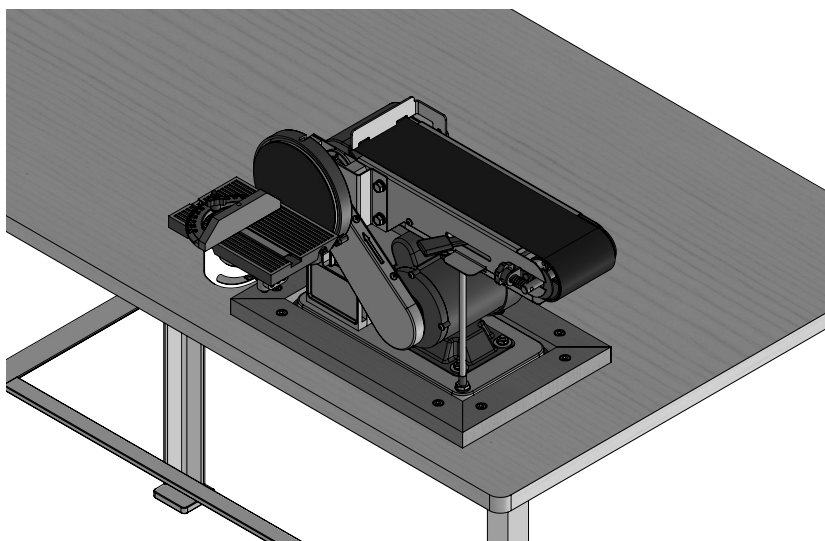

FIGURA 12 - Sistema de Encaixe da Base
Não é necessário a fixação sobre a bancada, mas se desejar, o usuário pode promover um sistema de encaixe da Base (02), conforme figura 12. Isso pode ser necessário, pois durante a operação de lixamento, a pressão do material contra a lixa pode fazer com que a máquina se movimente, gerando riscos de acidentes.